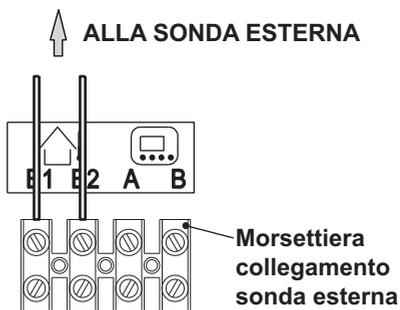

Fig. 5.26
- Collegare ai morsetti **E1** e **E2** della morsettiera i due conduttori elettrici come indicato in Fig. 5.26 .